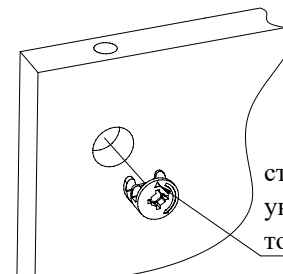

Рис.2
2. Вставьте головки минификсов в детали 2, 3, 4, 6, 7, 8, 9 (Рис. 2).